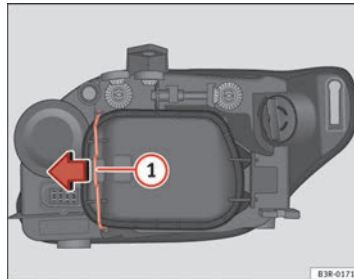

Abb. 210 Abblendlicht
Ein vorheriges Abnehmen des Deckels → Abb. 210 ist zwar nicht notwendig, erleichtert aber den Ersatz des Blinklichts. ■
- Den Spanner ⇒ Abb. 210 ① in Pfeilrichtung bewegen und den Deckel abnehmen, indem zuerst die Seite des Spanners und danach die beiden Laschen des anderen Endes des Deckels abgenommen werden.